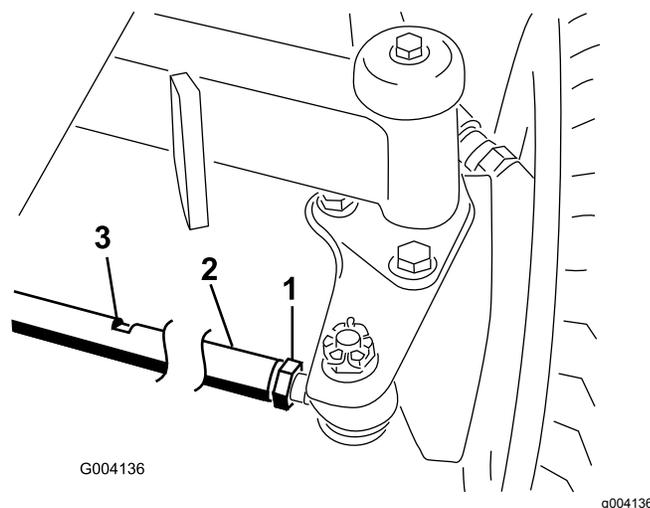

Рисунок 83
2. Ослабьте контргайку с каждой стороны стяжной тяги (Рисунок 83).